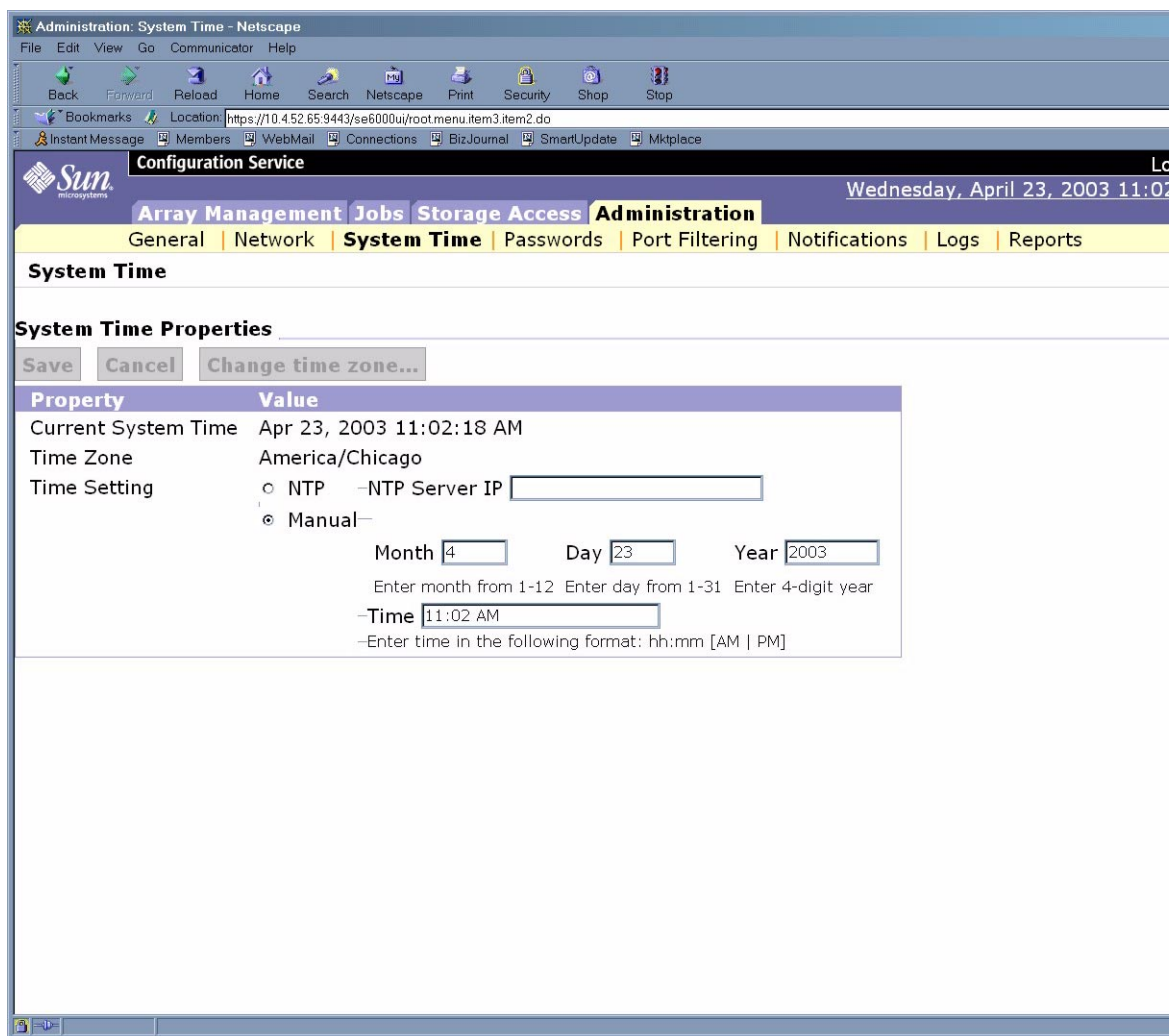

図 6-10 「システム時刻」ページ
5. 「システム時刻」をクリックします。図 6-10 に示すような「システム時刻」ページが表示されます。